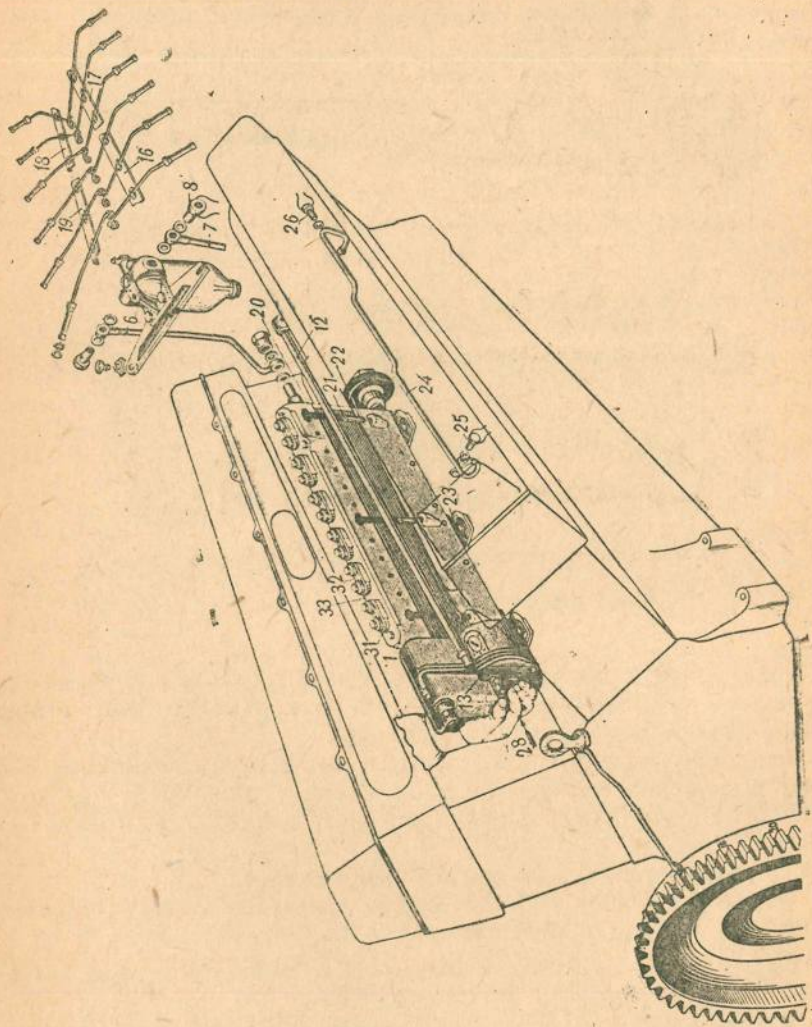

Рис. 16. Снятие и замена топливного насоса и топливного фильтра
Снятие топливного насоса (рис. 16)
2. Снять нагнетательные трубки, подающие топливо от насоса к форсункам. Для этого вывернуть из форсунок нажимные штуцеры, расположенные на головках правого и левого блоков, и отвернуть накидные гайки, присоединяющие трубки к топливному насосу. Трубки снимать вместе с соединяющими их угольниками (по три трубки группы 16, 17, 18, 19 — рис. 16).
2. Вывернуть нажимной штуцер 3! (рис. 16) из корпуса топливного насоса и вынуть пружину нагнетательного клапана.